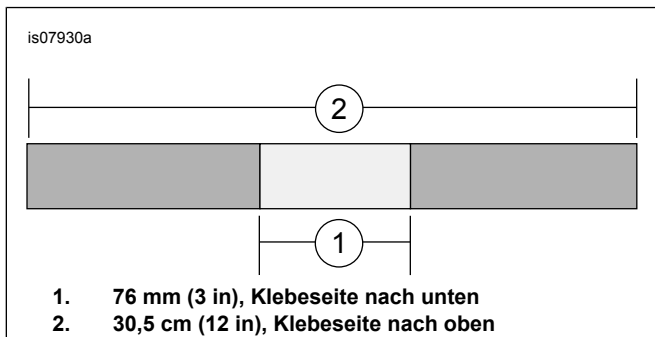

Abbildung 1. Klebefreier Bereich schaffen
7. Siehe Abbildung 1. Die folgenden Kreppbandstreifen vorbereiten. Streifen von 30,5 cm (12 in) und 76 mm (3 in) vom Kreppband abschneiden (2). Die Streifen von 76 mm (3 in) in der Mitte der Streifen von 30,5 cm (12 in), Klebeseite auf Klebeseite anbringen, um einen klebefreien Bereich zu erhalten.